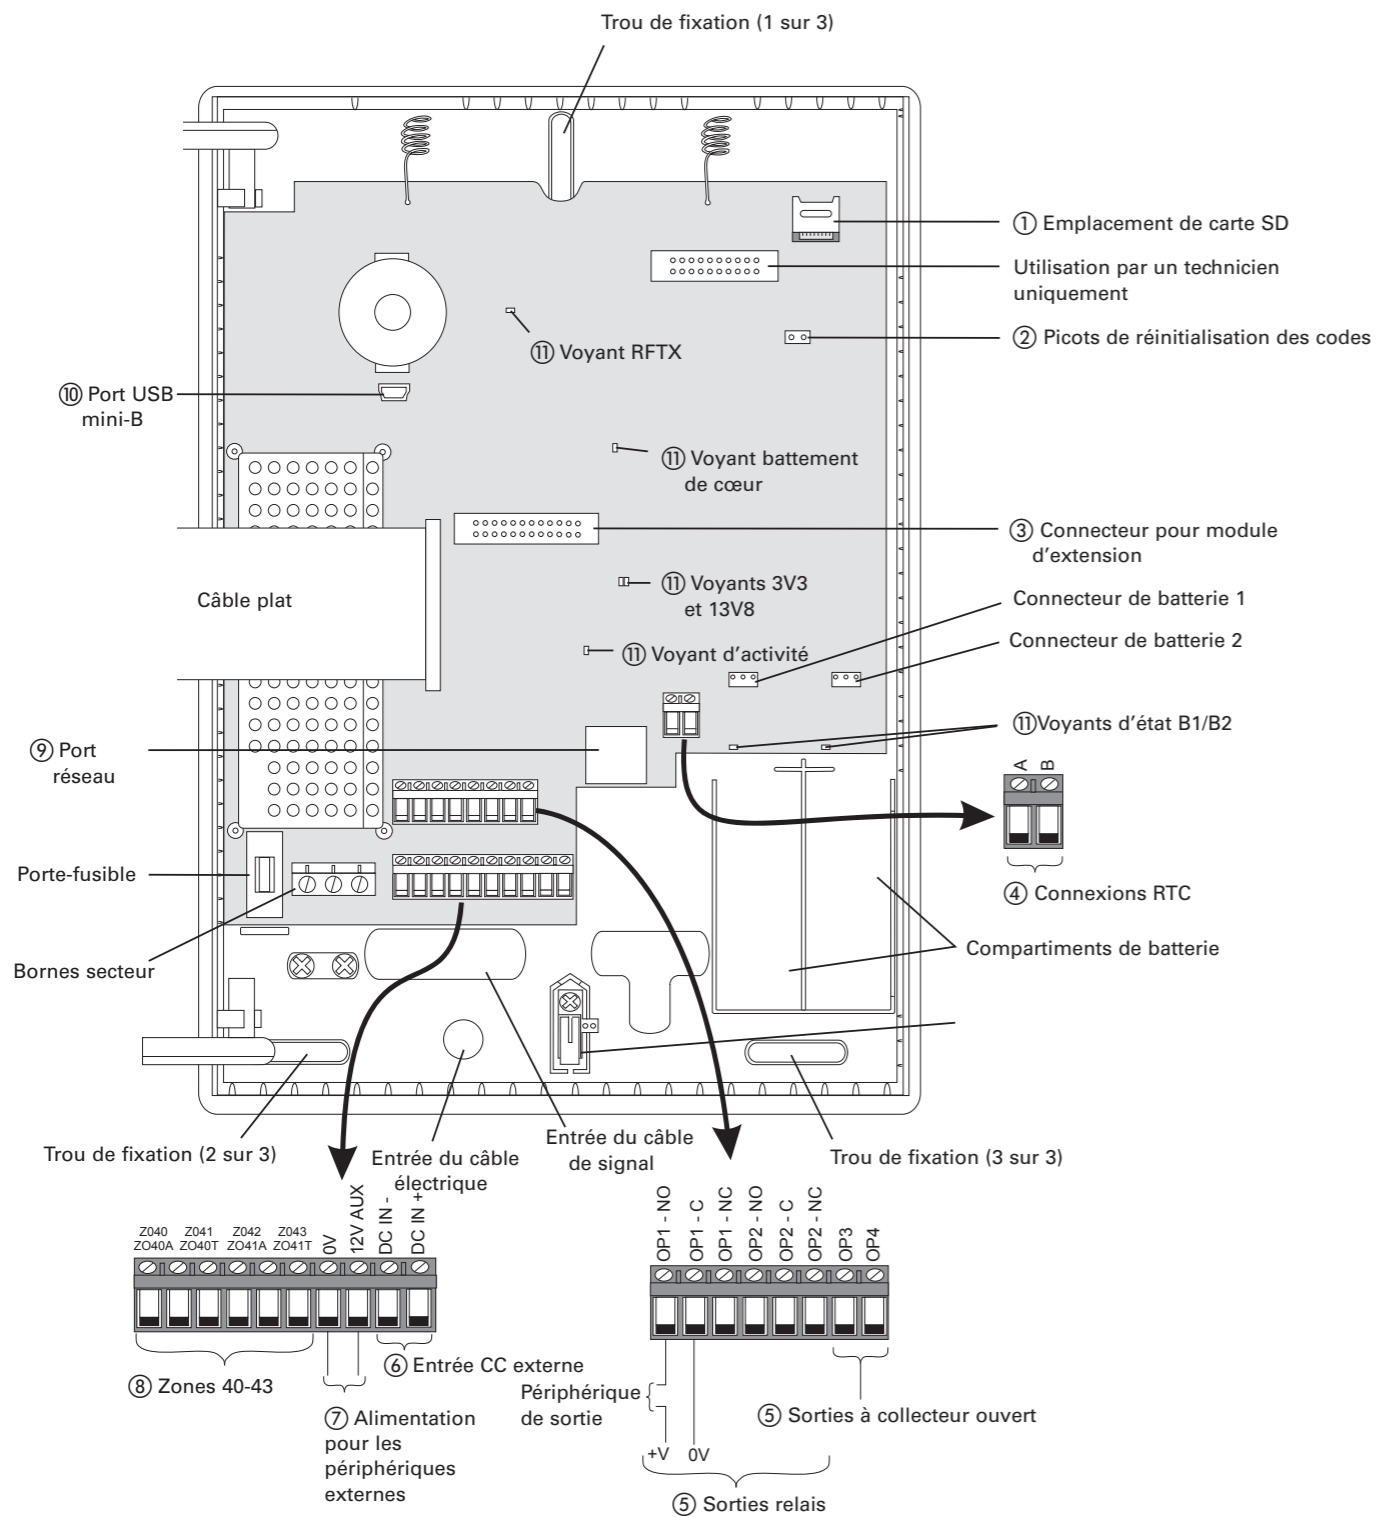

Figure 2. Circuit imprimé de la centrale
- Les câbles doivent entrer dans la centrale par des trous d'entrée de câble dédiés (figure 2).
Monter la centrale en utilisant au moins trois trous de fixation (figure 2) et des vis N° 8/4 mm d'une longueur minimum de 36 mm.
S'assurer que toutes les sources de courant sont débranchées, puis connecter les détecteurs filaires ou les périphériques de sortie qui pourraient être utilisés (figure 2).
Placer la (les) batterie(s) fournie(s) dans le(s) compartiment(s) de batterie et la (les) connecter au(x) connecteur(s) de batterie sur le circuit imprimé (figure 2).
Les sections suivantes fournissent des informations sur les connexions, les connecteurs et les voyants indiqués dans la figure 2.